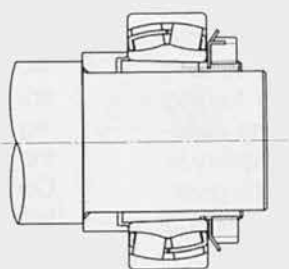

Рис. 6.13 Вид в собранном состоянии
3) Способ ввода масла под давлением (Рис. 6.13 и 6.14)